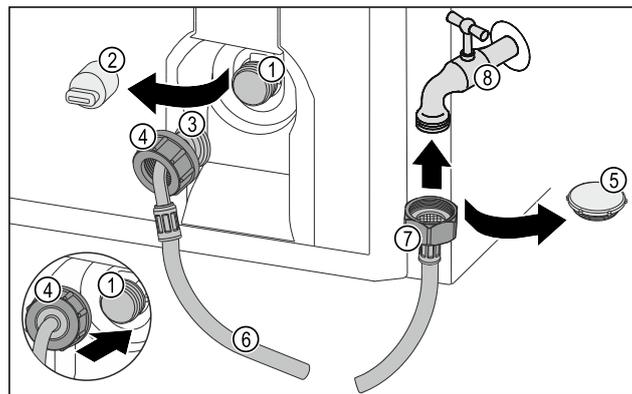

Fig. 54
- ▶ Снимите заглушку Fig. 54 (5).
- ▶ Прямой конец шланга Fig. 54 (7) подсоедините к крану для воды Fig. 54 (8).
- ▶ Навинтите гайку на прямом конце шланга Fig. 54 (7) по часовой стрелке.